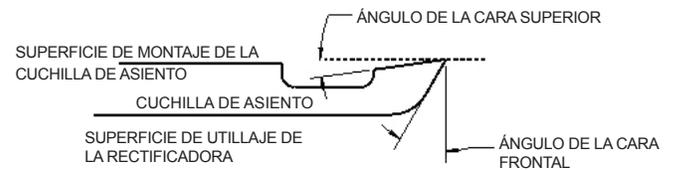

FIG. 16
2. Encienda el interruptor de la BOMBA DE REFRIGERANTE y compruebe que la boquilla envía el refrigerante a la cuchilla de asiento. Véase la FIG. 16.